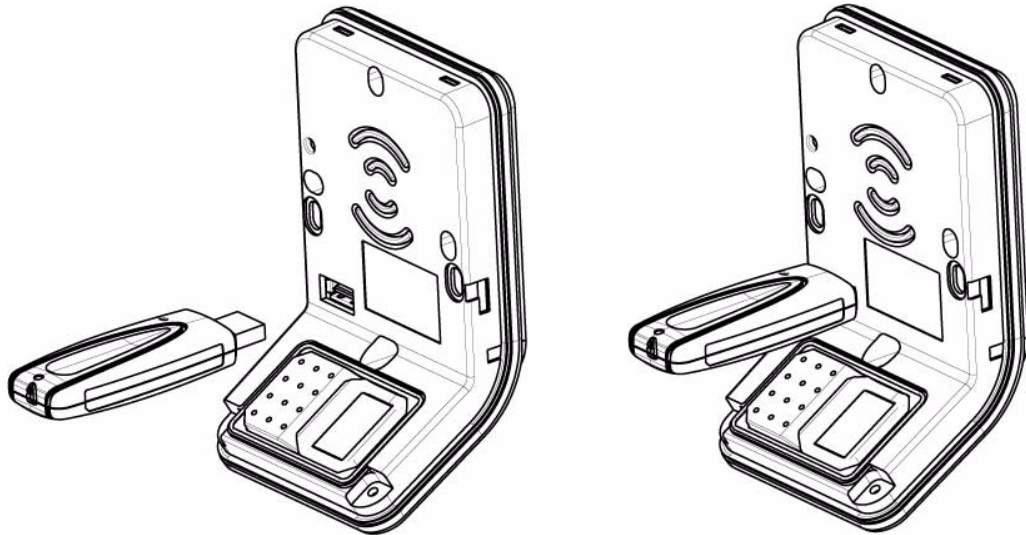

Figure 3.13: Branchement de la clé mémoire USB
9. A ce stade, il est possible de brancher une clé mémoire USB dans le terminal pour configuration (voir Figure 3.13). Pour plus d'informations sur la configuration et le réglage du produit, se reporter au Guide d'Utilisation du MorphoAccess® J Series. Après avoir effectué la configuration, retirer la clé mémoire USB.